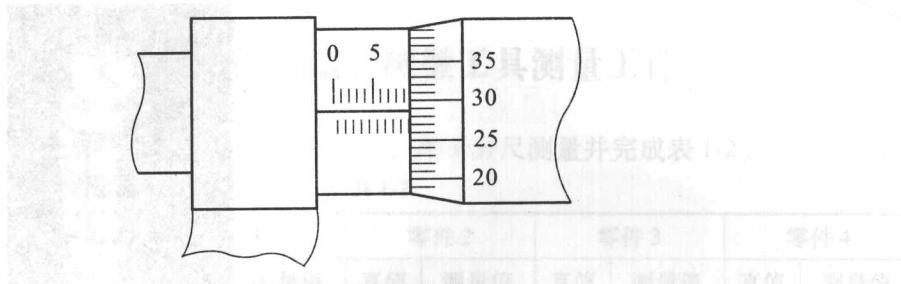

图 1-16 千分尺读数
(2) 读数值为 (图 1-16): \_\_\_\_\_。